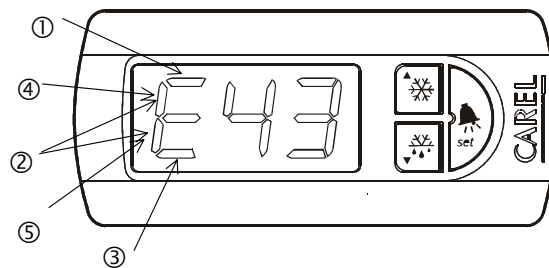

Fig. 8.3.4.1
Все эти параметры могут изображаться и модифицироваться с использованием дисплея и кнопок присоединяемого сменного инструментального средства. Данные параметры могут быть доступны с использованием параметра t сменного инструментального средства; при изображении параметров некоторые сегменты крайнего левого разряда используются в соответствии с тем, как показано на рисунке. (См. рис. 8.3.4.1 на стр. 40 руководства.)
- Параметр, относящийся к дню, указывается на сегменте (1 на рисунке 8.3.4.1), который появляется вместе с номером события (**t1...t8**) и указывается как **(1) t1,...(1) t8**
- Параметр, относящийся к часам, появляется в сегменте (2 на рис. 8.3.4.1) и указывается как **(2) t1,...(2) t8**
- Параметр, относящийся к минутам, появляется в сегменте (3 на рис. 8.3.4.1) и указывается как **(3) t1,...t8 (3) t8**
**(3) t1,...(3) t8: день события размораживания**